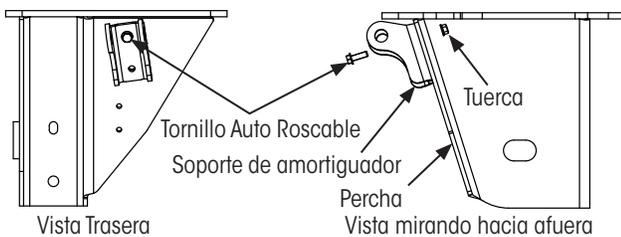
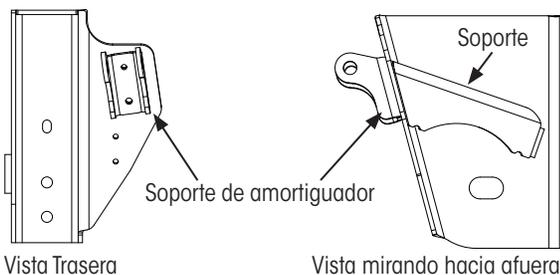

Figura 2: INTRAAX con percha con aleta que requiere tornillo de refuerzo de soporte de amortiguador
Figura 3: INTRAAX con percha sin aleta
Este procedimiento solo se requiere para suspensiones INTRAAX AANT 23K con perchas con aletas (Figura 2). Para las suspensiones INTRAAX con perchas sin aletas (Figura 3), un refuerzo enfrente de la aleta proporciona un soporte adecuado del soporte de amortiguador.
2. **Inserte** el tornillo auto roscable en el orificio del soporte del amortiguador, como se muestra en la **Figura 2**.